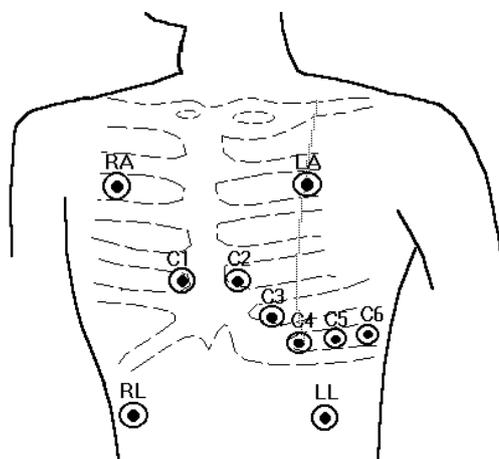

Figure 6.1
- Placez les électrodes dans la partie appropriée. Veuillez vous référer à la figure 6.1.